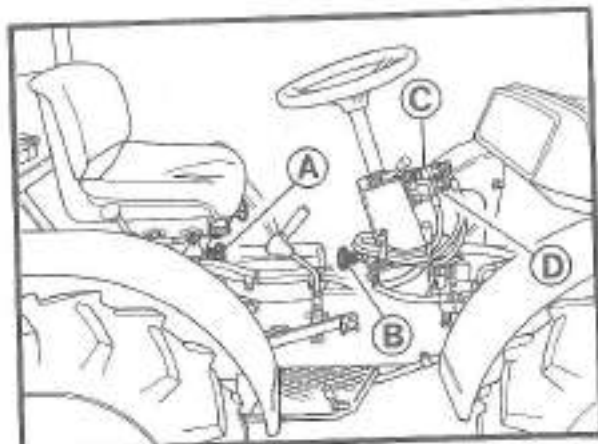

Abb. 11 Bitrac HS mit normaler Lenkung.
- das Handrad «A» (Abb. 11) aufdrehen und so den Sitz von seiner vorderen Befestigung lösen;
- das Handrad «B» (Abb. 11) der hydraulischen Lenkung wie bereits beim Sitz aufdrehen;
- jetzt die Position der beiden Schnellkupplungen «C» und «D» (Abb. 11-12) austauschen. Wenn zur normalen Fahrposition zurückgekehrt wird müssen die beiden Kupplungen erneut in der Position der Abb. 11 montiert werden.